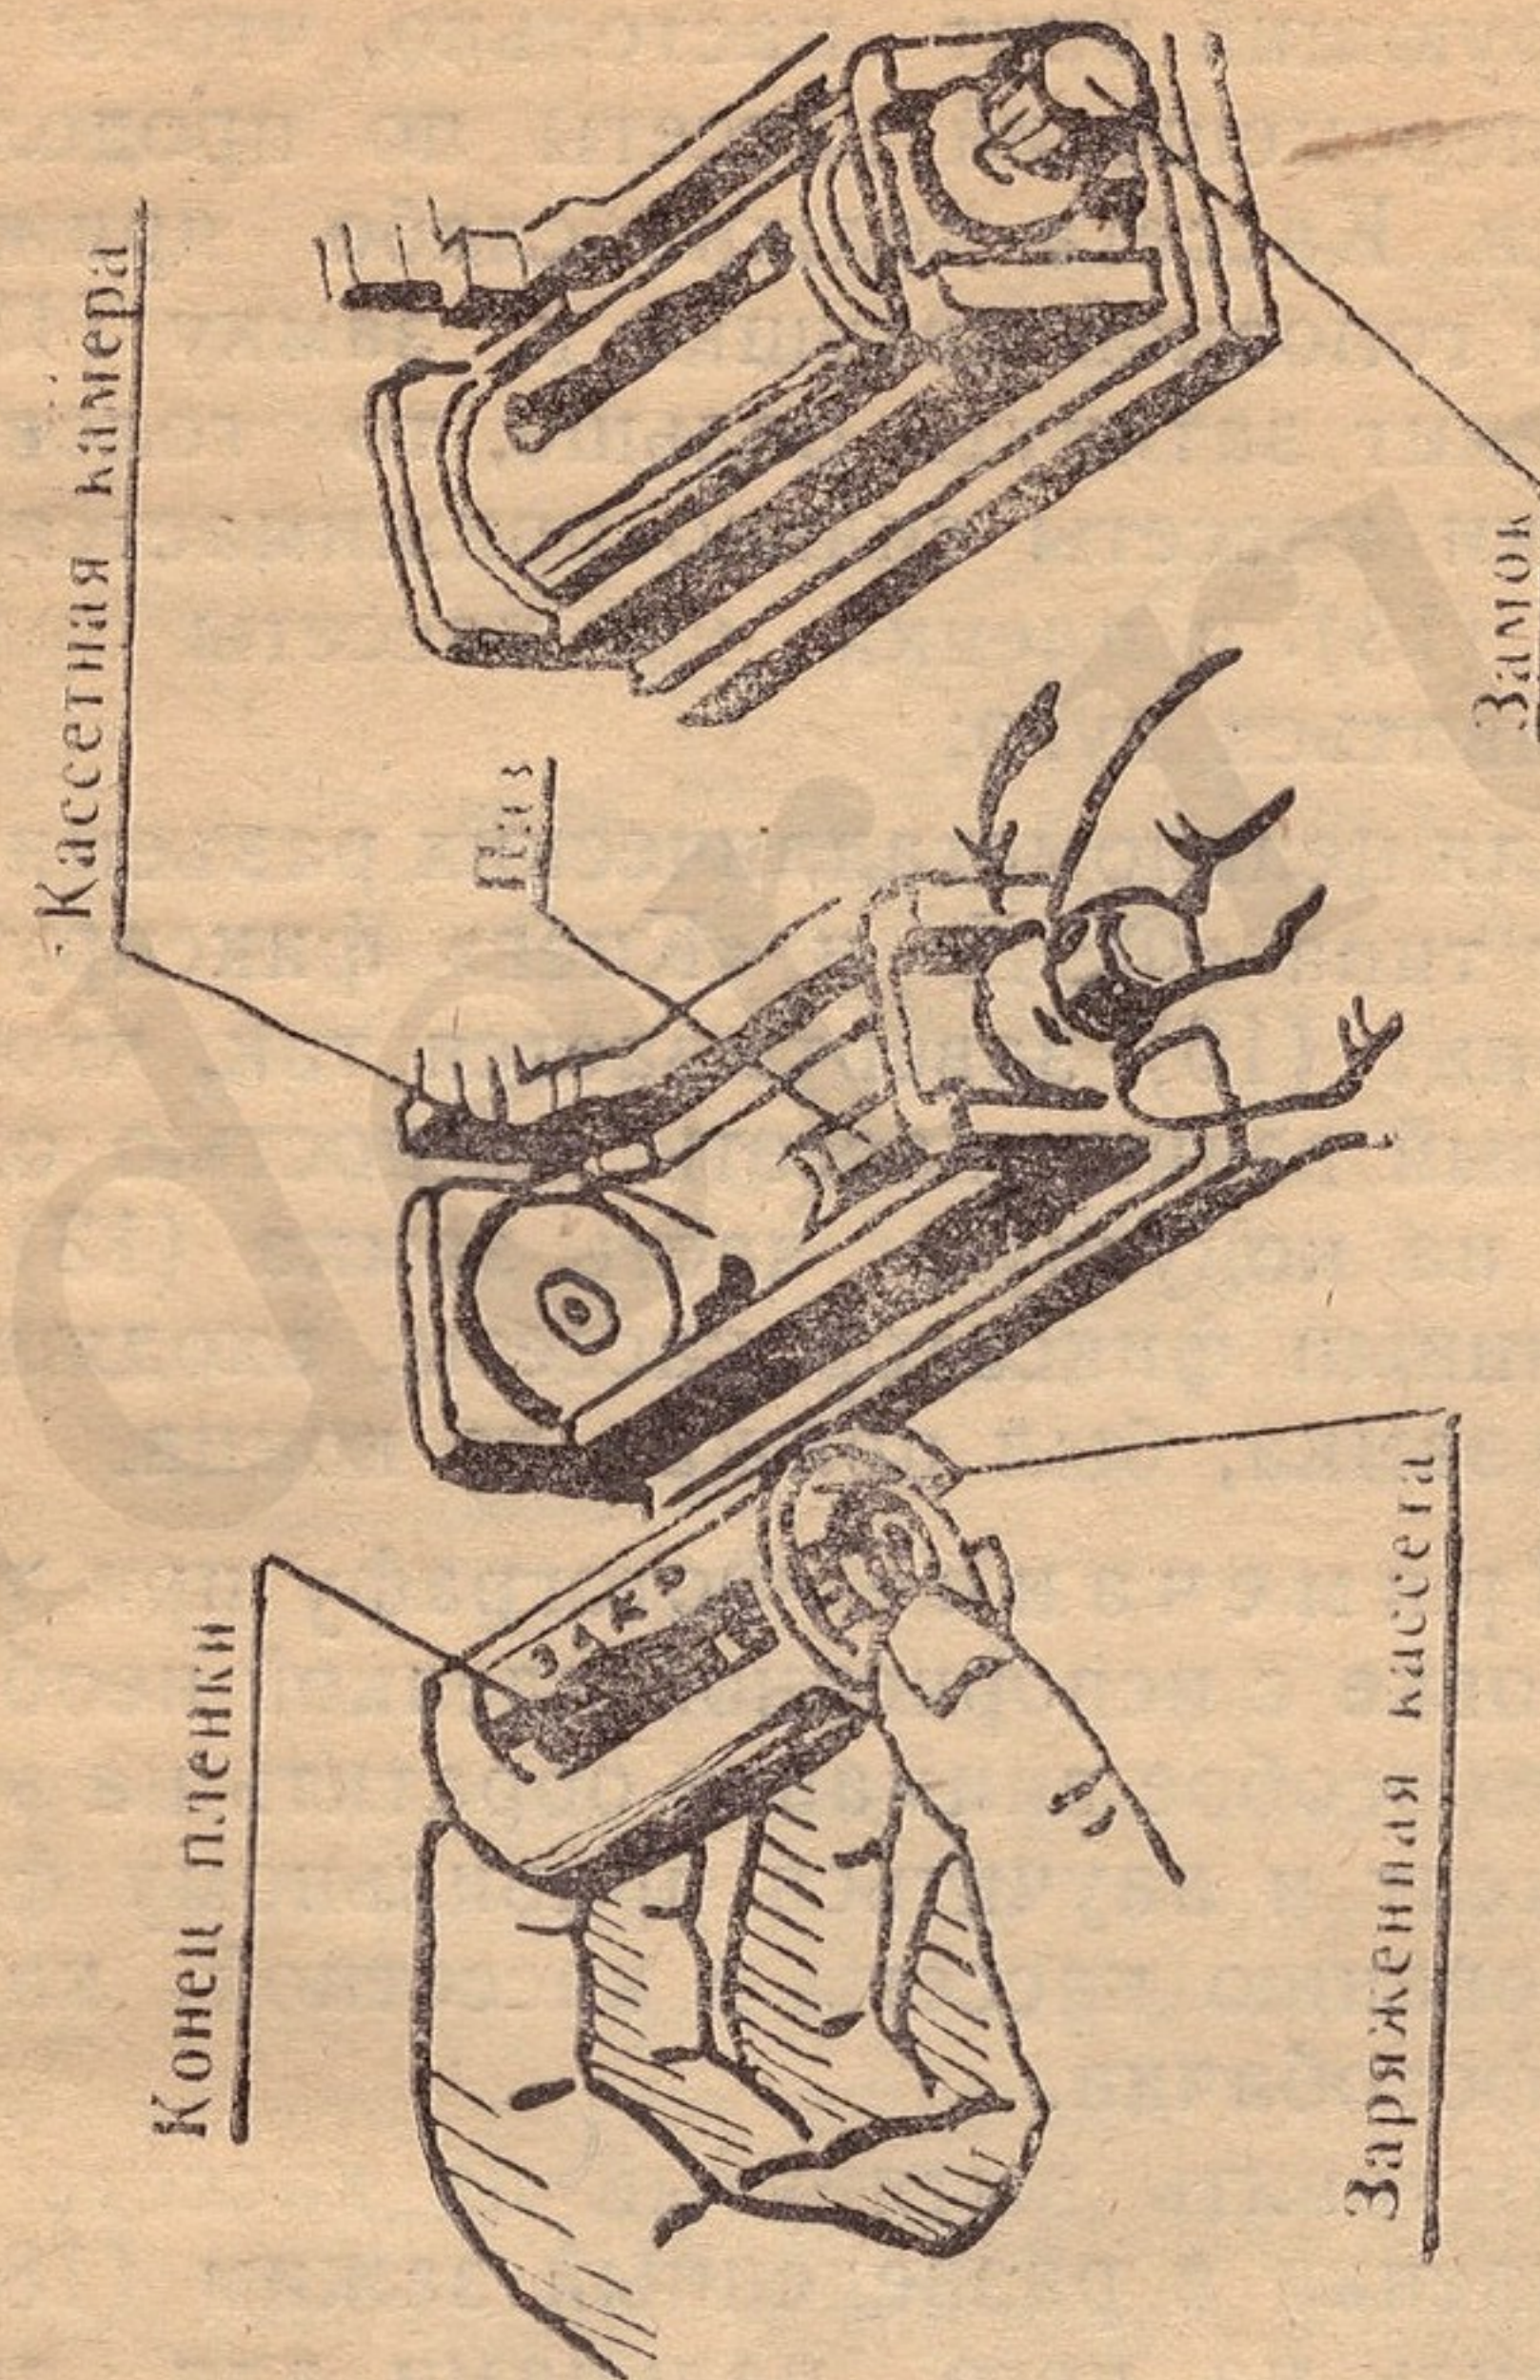

Рис. 3.
5. Отвернуть винт (16) настолько, чтобы обеспечить свободное вкладывание кассеты в кассетную камеру (14).
Если используется разъемная цельнометаллическая кассета типа «ФЭД» или от фотокамеры «Киев», то замок (13) повернуть против часовой стрелки до упора, как показано на рис. 3, а.
6. Вставить сверху в кассетную камеру заряженную кассету щелью к желобу (17) и головкой катушки к замку (13). Фиксаторы разъемных цельнометаллических кассет должны входить в паз замка (13), чего следует добиваться поворотом замка в необходимом направлении, а боковые упоры кассет — в пазы кассетной камеры (см. рис. 3, а, б). Цельнометаллические кассеты вкладываются в кассетную камеру в положении «закрото».
7. Завертывая фиксирующий винт (16), прижать кассету к замку (13):